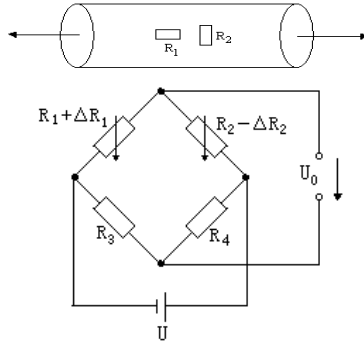

图2-9a 差动电桥
6、在材料为钢的实心圆柱形试件上，沿轴线和圆周方向各贴一片电阻为 120Ω 的金属应变片 R_1 和 R_2 ，把这两应变片接入差动电桥（参看图2-9a）。若钢的泊松系数 $\mu=0.285$ ，应变片的灵敏度系数 $k=2$ ，电桥电源电压 $U=2\text{V}$ ，当试件受轴向拉伸时，测得应变片 R_1 的电阻变化值 $\Delta R=0.48\Omega$ ，试求电桥的输出电压 U_0 。